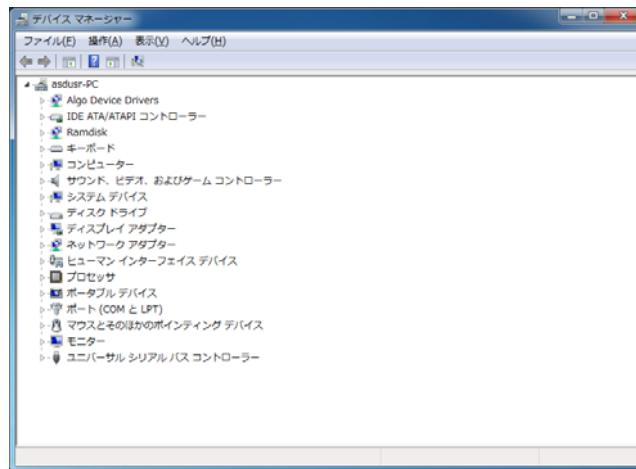

図 3-3-5-1. デバイス マネージャー
- ① スタートメニューから【コントロール パネル】を選択します。
- ② 【コントロール パネル】が開きます。【システム】を実行します。
- ③ ダイアログが開きます。【デバイス マネージャー】を選択します。
- ④ 【デバイス マネージャー】が開きます。(図 3-3-5-1)